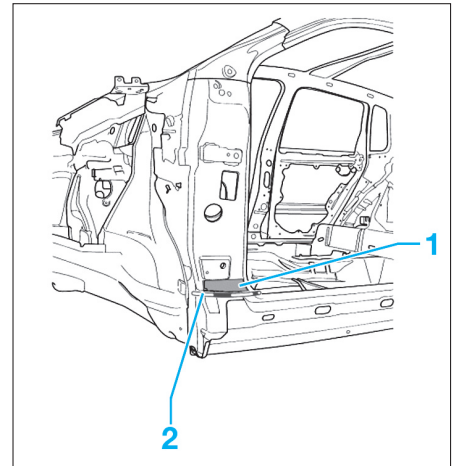

FIG. 43
- Nettoyer complètement la zone (1) (Fig.43) occupée par la mousse.
La figure 43 indique la zone de coupe pour le remplacement partiel du renfort en (2). Cette coupe permet le remplacement du renfort sans endommager le renfort de bas de caisse.